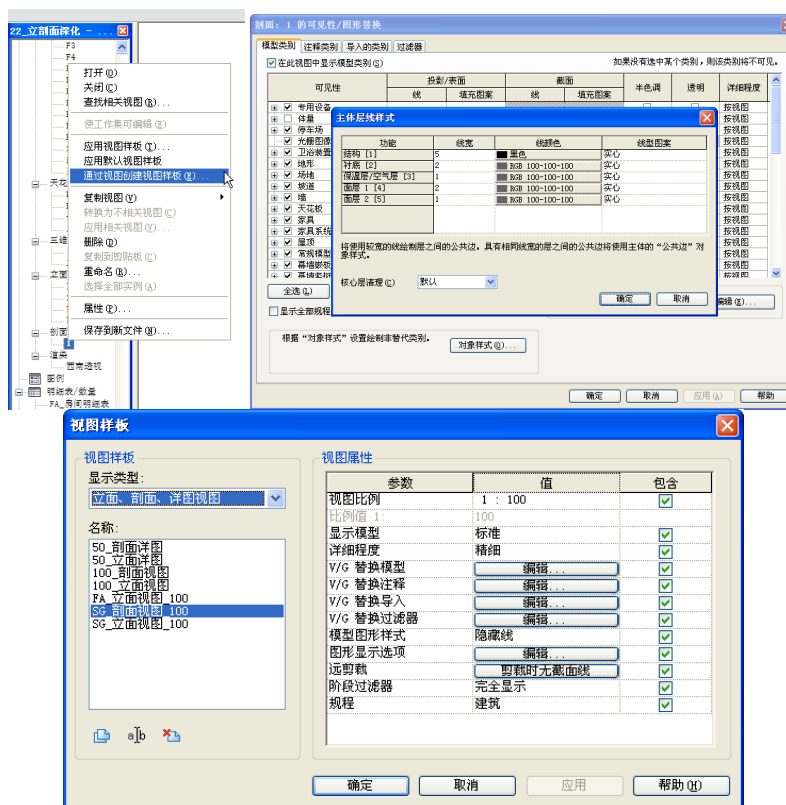
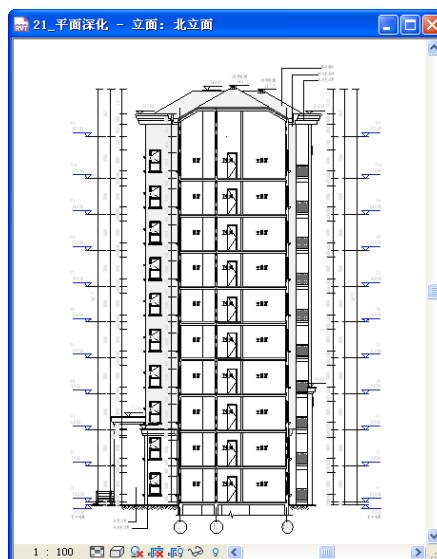

图 6-60
图 6-61
- 20) 如上所述在“可见性/图形替换”对话框中，单击“替换主体层，截面线样式”后的“编辑”按钮，在“主体层线样式”对话框中，设置截面线样式（如图 6-60 所示），并在项目浏览器中右键，从当前视图创建视图样板“SG\_剖面视图\_100”，完成后（如图 6-61